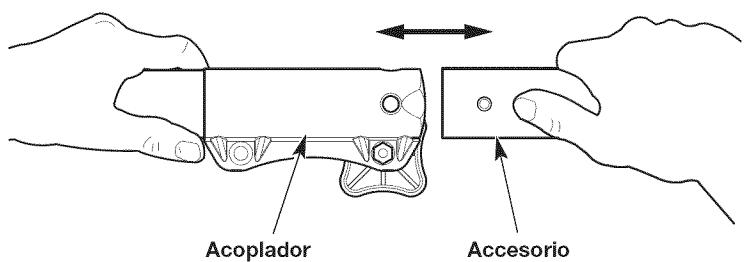
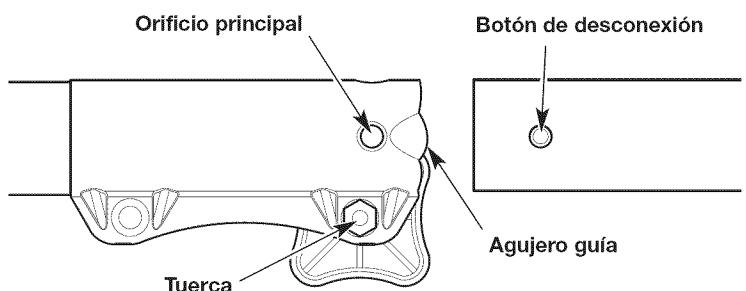

Fig. 3
Fig. 5
- Alinee el botón de liberación con el embutimiento de la guía (Fig. 5).
- Presione el accesorio directamente dentro del acoplador (Fig. 3) hasta que el botón de liberación encaje a presión firmemente del orificio principal (Fig. 5).
NOTA: No ajuste la tuerca (Fig. 5).
- Oprima y mantenga apretado el botón de liberación (Fig. 5).
- Tire del accesorio directamente hacia fuera del acoplador (Fig. 3).